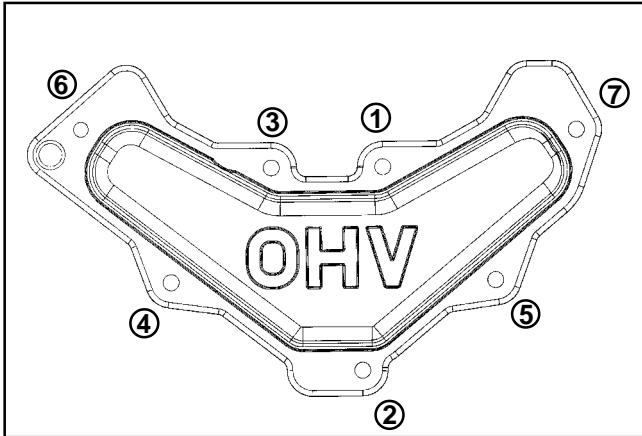

Figura 10-41. Secuencia de apriete de los tornillos de la tapa de la válvula.
3. Aplique un par de apriete a los tornillos de la tapa de la válvula de **11,0 Nm (95 in lb)** en orificios **nuevos**, o de **7,5 Nm (65 in lb)** en orificios usados, respetando la secuencia que se indica en la Figura 10-41.